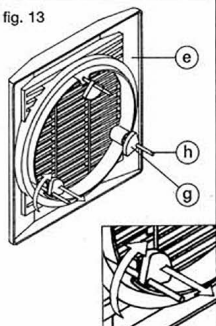

fig. 11
- Fig. 11.- Oter la face avant (a) en appuyant sur les deux languettes de fermeture (c).